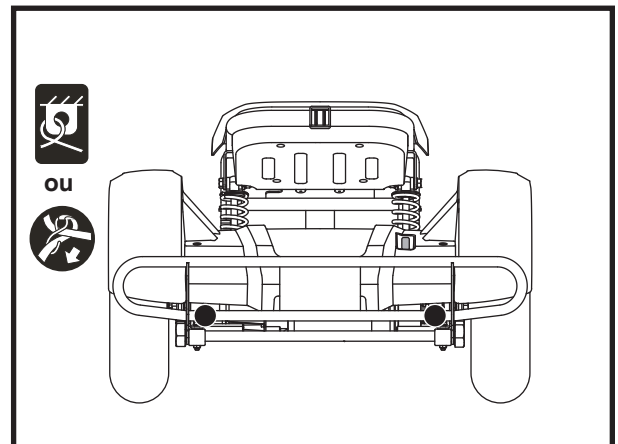

Figure 7. Points d'ancrage arrière (Identifié avec des points noirs)
Le scooter doit toujours être ancrés face à l'avant du véhicule. Fixez les quatre (4) courroies aux points d'ancrage désignés sur le scooter. **Voir les figures 7 et 8.** Serrez-bien les courroies pour retirer le jeu excessif. N'attachez jamais le scooter par ses composants réglables ou mobiles tels que les accoudoirs, capots ou roues. Ces articles devraient être enlevés. Positionnez les points d'ancrage arrière des courroies directement derrière le scooter. Les points d'ancrage avant sont disposés plus loin de chaque côté du scooter afin d'augmenter la stabilité latérale.